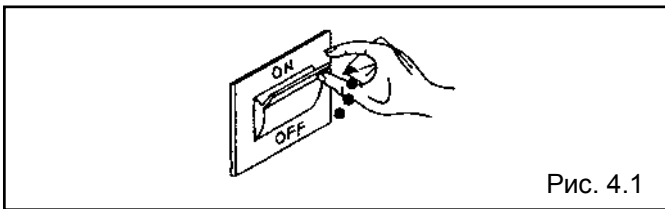

Рис. 4.1
- переведите общий выключатель системы и выключатель на панели управления в положение «включено» (рис. 4.1);